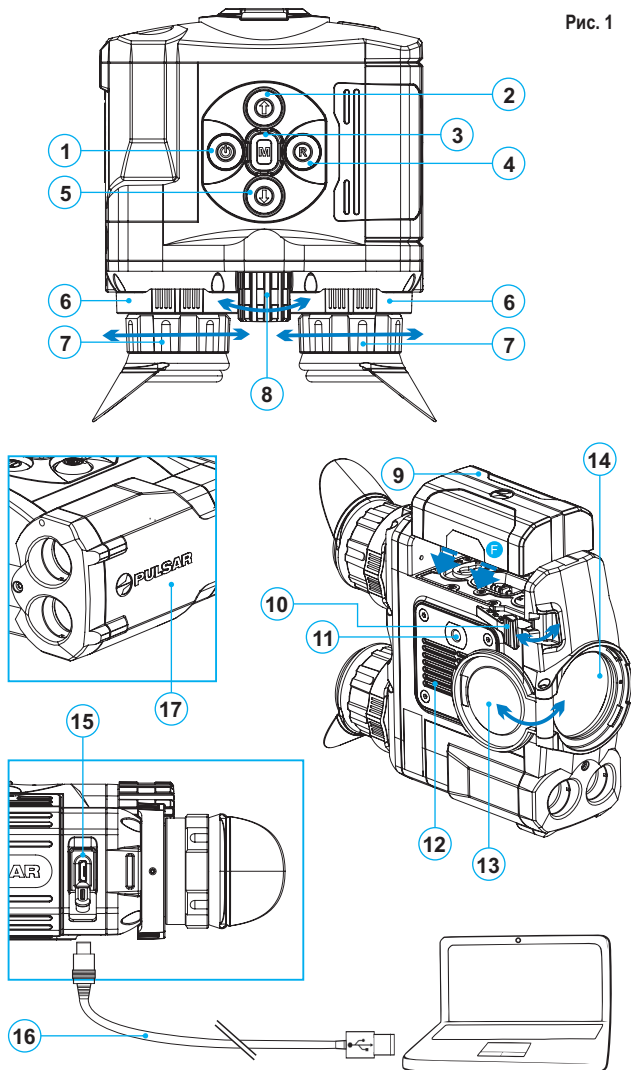

Рис. 1
- Подключите источник внешнего питания к разъему microUSB (15) прибора (см. рис. 1).